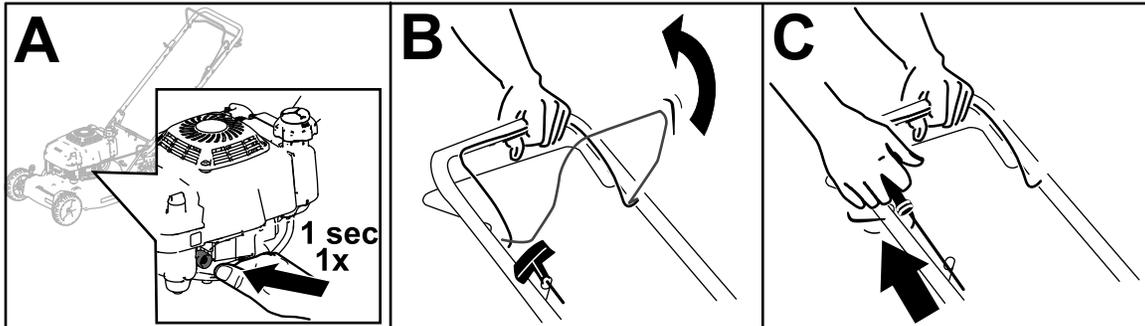

Figura 14
1. Presione con firmeza y sostenga el cebador durante 1 segundo (Figura 14, A).
2. Sujete la barra de control de las cuchillas contra el manillar (Figura 14, B).
3. Tire del arrancador de retroceso (Figura 14, C).